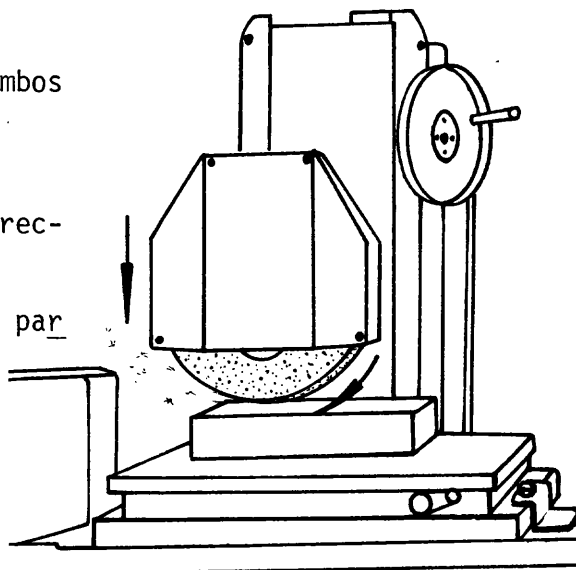

Fig. 4
- ___ a Haga rozar la muela con la parte más alta de la superficie a rectificar (fig. 4).